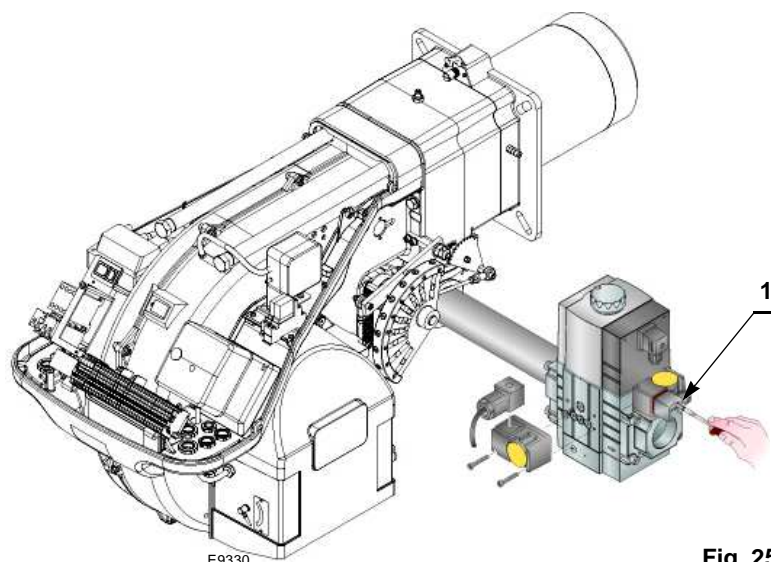

Fig. 25
- Controlar la presión de la alimentación de gas conectando un manómetro en la toma de presión 1) (Fig. 25) del presostato gas de mínima: debe ser inferior a la presión máxima permitida de la rampa de gas, que figura en la placa de características.
- Purgar el aire de la tubería de la rampa de gas conectando un tubo de plástico en la toma de presión 1) (Fig. 25) del presostato gas de mínima. Llevar hacia el exterior del edificio el tubo del purgado, hasta que se huela el gas.